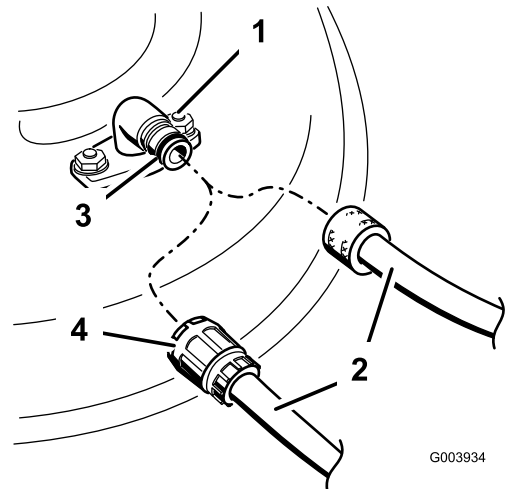

Figure 68
- Branchez le raccord du flexible au raccord de lavage du tablier de coupe et ouvrez l'eau en grand (Figure 68).